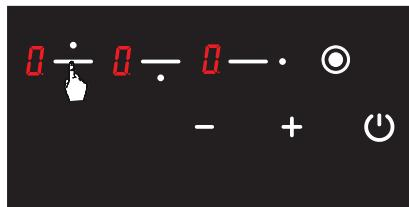

Рис. 15
2. Нажмите кнопку выбора левой верхней конфорки **█** еще раз (см. Рис. 15).